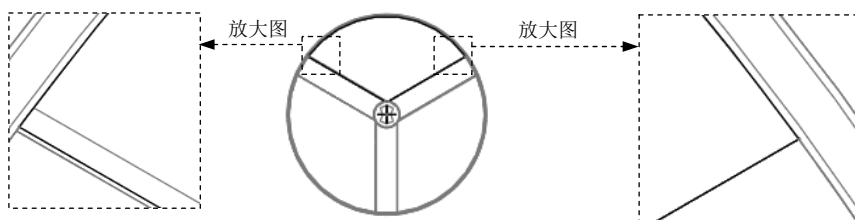

图 5.15 截面草图
(2) 在绘图区中右击，从系统弹出的快捷菜单中选择 **定义内部草绘...** 命令，选取 **FRONT** 基准平面为草绘平面。单击 **草绘** 按钮，进入草绘环境，绘制图 5.15 所示的截面草图（使用“投影”命令绘制截面草图）。截面草图绘制完成后，单击“草绘”操控板中的“确定”按钮 。
(3) 在操控板中单击“完成”按钮 ，完成平整曲面特征的创建。